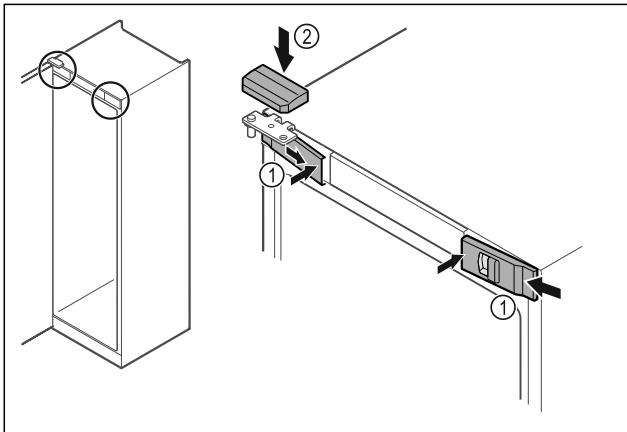

Fig. 55
- ▶ Enganchar las cubiertas delanteras Fig. 55 (1) lateralmente y encajar el interior.
- ▶ Encajar la cubierta superior Fig. 55 (2) desde arriba.